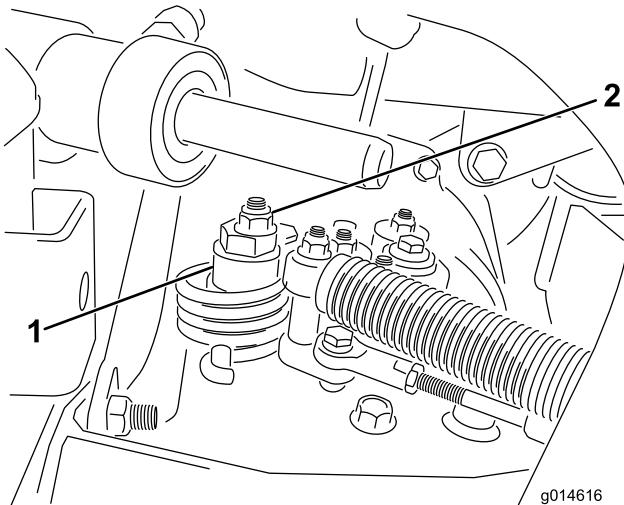

Рисунок 48
- Ослабьте гайку крепления эксцентрика к верхней части гидростата (Рисунок 48).
эксцентрик и регулировку (Рисунок 48). Проверьте регулировку в положениях дроссельной заслонки Slow ("Медленно") и Fast ("Быстро").